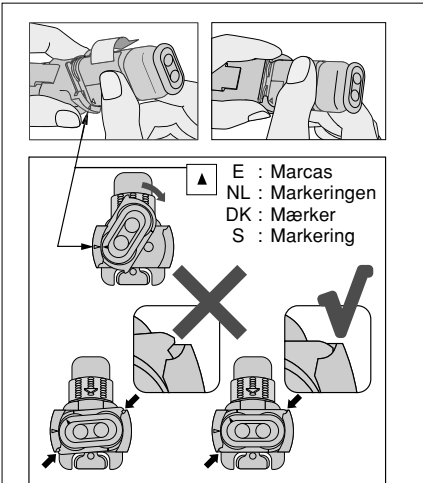

Fig. 3
- b. Charger la cartouche dans le bloc distributeur de pâtes. (Fig. 3)
- cargar el cartucho dentro del aplicador Paste Pak Dispenser. (Fig. 3)